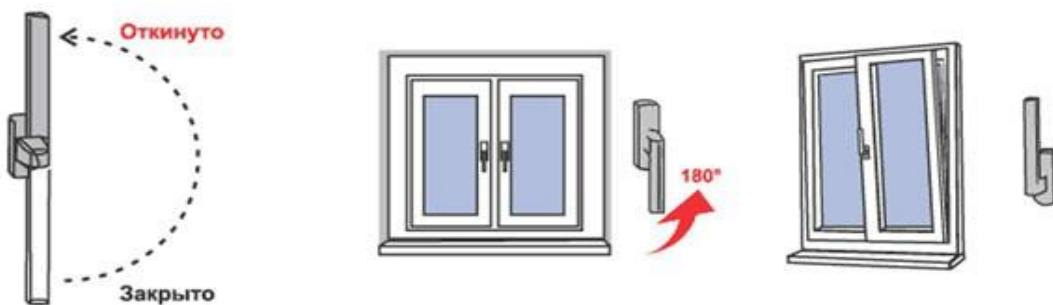

Рис. 2
- Для перевода створки из закрытого положение в откидное – поворот створки относительно нижней горизонтальной оси (положение «Откинуто» на Рис.2) – ручку поворачивают вертикально на 180 градусов вверх, при повороте ручки, закрытую створку прижимают к раме другой рукой (чуть выше ручки), затем, потянув за ручку, поворачивают створку относительно нижней горизонтальной оси на заданный изготовителем угол (откидной режим).